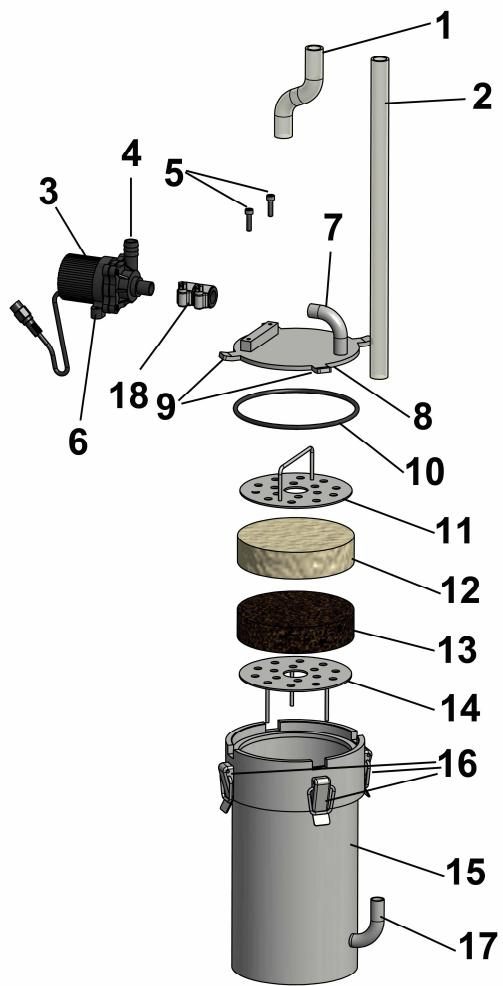

Fig. 2: Pot filter aquafresh 50
- Roestvrijstaal potfilter (afb. 2) incl. voeding
Als de kranen niet bij het aquarium gesloten worden, bestaat de kans dat het aquarium volledig zal leeglopen in de onderkast. Het is daarom ook belangrijk u te verzekeren dan de dekselpakking (Fig. 2, No. 10) correct geplaatst is en dat het deksel goed sluit als het potfilter in gebruik is. De klemmen (Fig. 2, No. 16) moeten over de gaten van het deksel klikken (Fig. 2, No. 9) en de klemveren moeten stevig aan het filterhuis klemmen.
Geschikt filtermateriaal kan geplaatst worden tussen het filter stuk (Fig. 2, No. 12) en de spons (Fig. 2, No. 13) afhankelijk van het gewenste filtermateriaal (chemisch, mechanisch, biologisch). Het filter moet gereinigd worden op zijn laatst als de doorstroming minder gaat worden.